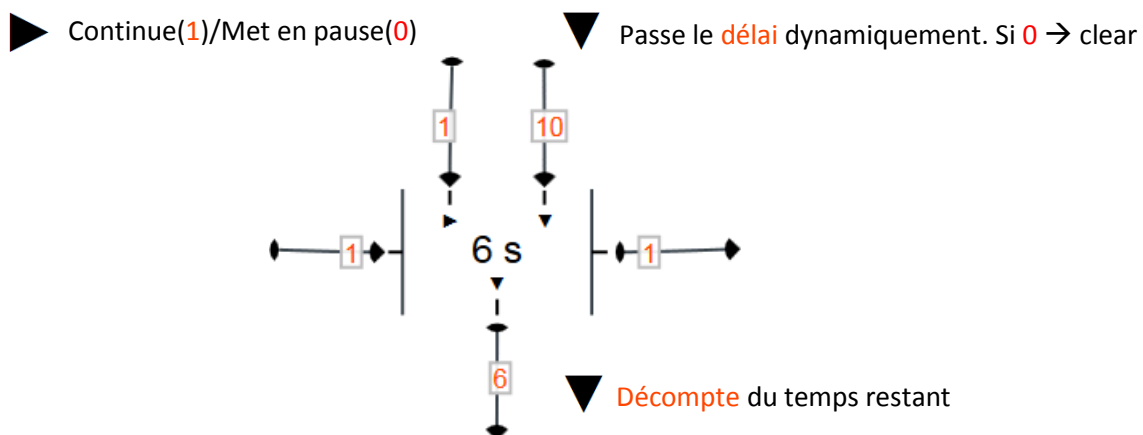

Figure 20 Délai en mode avancé. Permet de mettre en pause et modifier le délai dynamiquement.
- La porte délai (voir Figure 20)